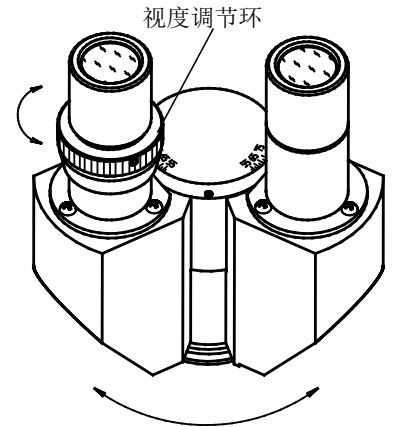

图 6
3. 视度与瞳距调节 (图 6)
适当的瞳距能带来舒适的观察效果。瞳距的调节通过双目镜筒“折叠”来实现 (参照图 6)。